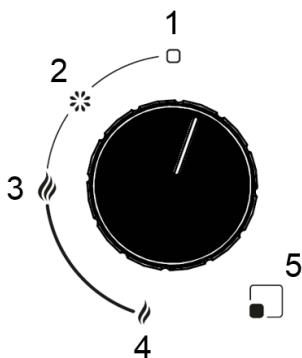

Рисунок 10
1. Нажмите и удерживайте ручку регулятора конфорки (см. рисунок 10).